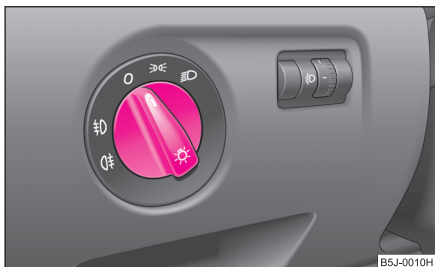

Fig. 33 Tabloul de bord: Întrerupătorul de lumină
- Rotiți întrerupătorul ⇒ fig. 33 în poziția \Rightarrow .
- Rotiți întrerupătorul în poziția O ⇒ fig. 33.
- Cuplați întrerupătorul de lumină pe poziția luminii de poziție \Rightarrow sau a luminii de întâlnire \Rightarrow ⇒ fig. 33.
La autovehiculele cu **volanul pe dreapta*** ordinea aranjării întrerupătoarelor diferă parțial față de ⇒ fig. 33 ordinea prezentată. Simbolurile de pe întrerupătoare sunt totuși aceleași. ▶